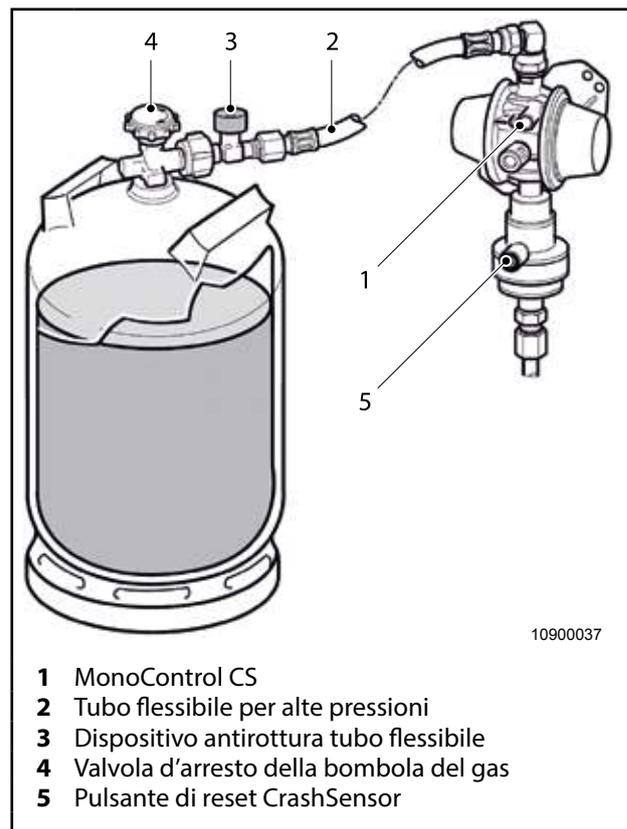

Fig. 32 Truma MonoControl CS
Per il collegamento della bombola del gas al Truma MonoControl CS (Fig. 32, pos. 1) è obbligatoriamente necessario utilizzare un tubo flessibile per alte pressioni (Fig. 32, pos. 2) dotato di un dispositivo antirottura tubo (Fig. 32, pos. 3).
1. Aprire la valvola d'arresto della bombola del gas (Fig. 32, pos. 4).
2. Premere fortemente il tasto verde del dispositivo antirottura del tubo flessibile (Fig. 32, Pos. 3).
3. Eventualmente, ad es. dopo una nuova installazione o battuta involontaria della bombola del gas contro il MonoControl CS, per ripristinare l'elemento di scatto del CrashSensor premere il pulsante verde di reset (Fig. 32, pos. 5).
1. Chiudere la valvola d'arresto (Fig. 32, Pos. 4) della bombola del gas vuota.
2. Svitare il tubo flessibile per alta pressione (Fig. 32, pos. 2) dalla bombola del gas. Se presente, rimuovere l'adattatore ad innesto.
4. Avvitare il tubo flessibile per alta pressione (Fig. 32, pos. 2) alla bombola del gas. Se presente, infilare l'adattatore ad innesto.
5. Aprire la valvola d'arresto (Fig. 32, Pos. 4) della bombola del gas piena.
6. Premere fortemente il tasto verde del dispositivo antirottura del tubo flessibile (Fig. 32, Pos. 3).